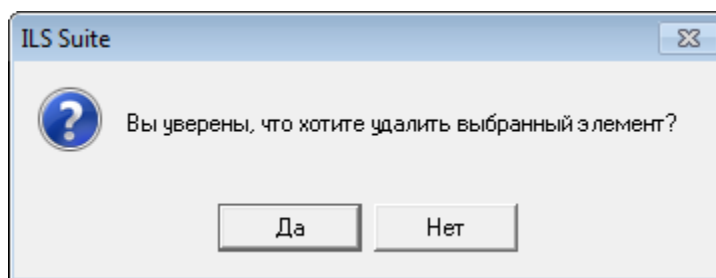

Рис. 9-95 – Диалоговое окно при удалении специальности
- 4) В открытом диалоговом окне нажать «Да» для подтверждения действия (рис. 9-95). Выбранные специальности будут удалены из базы данных даже в том случае, если они где-то используются.